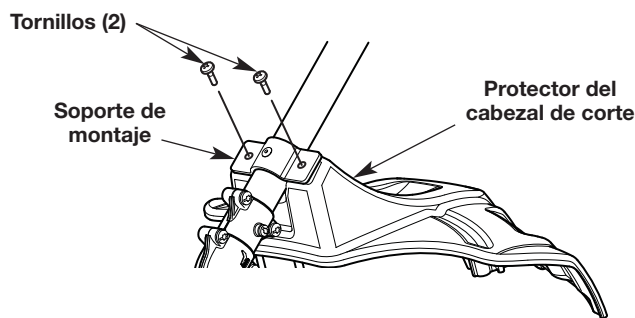

Fig. 1
1. Ubique el protector del cabezal de corte sobre el soporte de montaje. Se deben alinear los orificios del protector del cabezal de corte con los orificios del soporte de montaje. (Fig. 1)